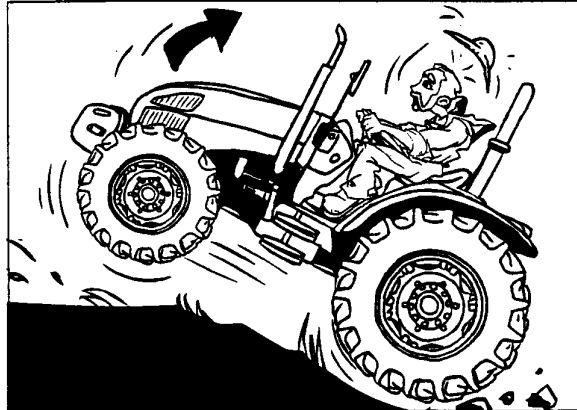

Fig.2-29
- Si la parte delantera del tractor empieza a alzarse, reducir la velocidad y, si es necesario, desembragar inmediatamente (Fig. 2-29).
- Si el tractor está bloqueado en el barro o en el terreno, NO intente salir hacia adelante. El tractor puede girar sobre las ruedas traseras y volcarse (Fig. 2-29). Alce o quite los aperos y pruebe con la MARCHA ATRAS. Si no es posible remolcarlo con otro vehículo.